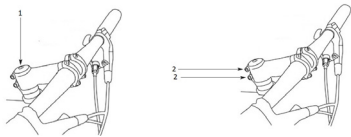

Рисунок 1
4. С помощью шестигранного ключа 5мм ослабьте винты крышки выноса №1 (закрыт резиновой заглушкой) и винты выноса №2 (рисунок 1);